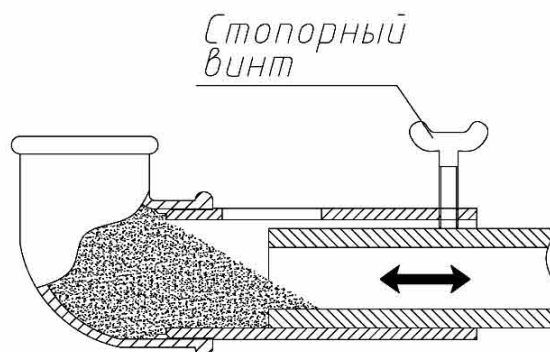

Рисунок 2
**5.2.1.** Количество абразивного материала, подаваемого в сопло, зависит от того, насколько далеко вставлен абразивный рукав в смеситель. Для начала вставьте абразивоструйный рукав до тех пор, чтобы верхняя часть шланга была открыта наполовину, как показано на рис. 2. Для нормальной работы абразивного потока, воздух должен засасываться в шланг с абразивным материалом.